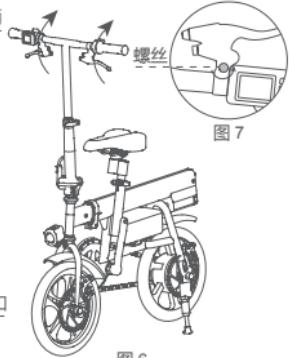

图 7
- ① 将 R6 车体从包装箱中取出，打开升降杆锁扣（见图 1-①箭头），将车头插入折叠立管（见图 1-②箭头），然后闭合锁扣，将车头推至竖直（见图 2）；折叠手柄翻折向下（见图 3-③箭头）卡到槽里，再向上扣住（见图 4-④箭头）；打开鞍座锁扣，安装鞍座并调节至合适高度（见图 5-⑤箭头），闭合鞍座锁扣（见图 5-⑥箭头）；然后旋转刹车和仪表至水平位置（见图 6），旋紧刹车上的螺丝将刹车固定（见图 7）。